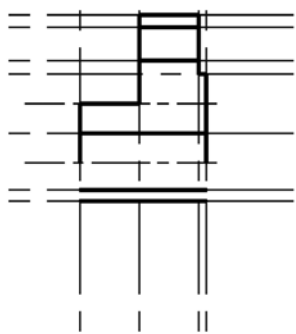

图 8-39 绘制粗实线
14) 在另一个视图中绘制部分轮廓线。从“图层”工具栏的图层列表中选择“粗实线”层,将“粗实线”层设置为当前层。单击“直线”按钮,并结合对象捕捉和对象捕捉追踪等功能绘制如图 8-39 所示的粗实线。